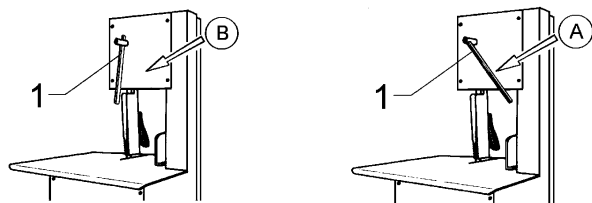

Fig. 7.6.1
- Tensar la hoja girando la palanca hasta llevarla a la posición "A" (Fig. 7.6.1).
7.6.1 - Regulación de la tensión de la hoja (Fig. 7.6.1)
Colocando la palanca en la posición "A" (Fig. 7.6.1) la hoja está tensionada.